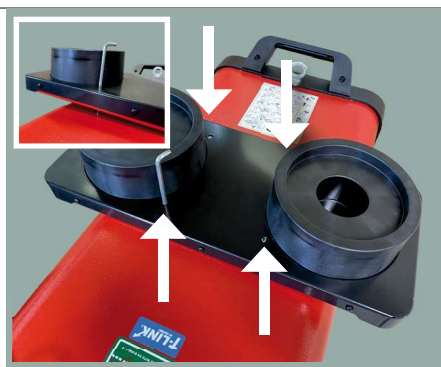

Fig. 9
Montare il supporto doppio carrello utilizzando i precedenti fori di fissaggio e inserendo le 4 viti M6x30 in dotazione al kit come indicato in fig.9.
*Mount the double wire feeder unit support using the previous fixing holes and inserting the 4 M6x30 screws supplied with the kit as indicated in fig.9.*
Montar el soporte del carro arrastahilo doble utilizando los agujeros anteriores e introduciendo los 4 tornillos M6x30 suministrados con el kit como se indica en la fig.9.